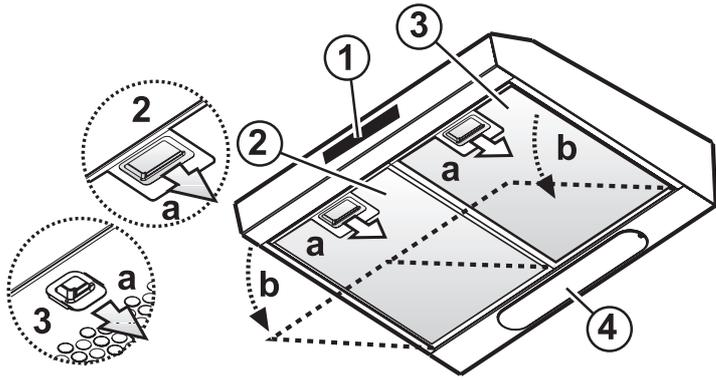

Fig. 1
2. Ouvrez la grille d'aspiration ou retirez le filtre à graisses autoportant (selon le type). Fig. 1 (a-b).
2. Ouvrez la grille d'aspiration ou retirez le filtre à graisses autoportant (dans ce dernier cas, procédez immédiatement au lavage du filtre). Fig. 1 (a-b).